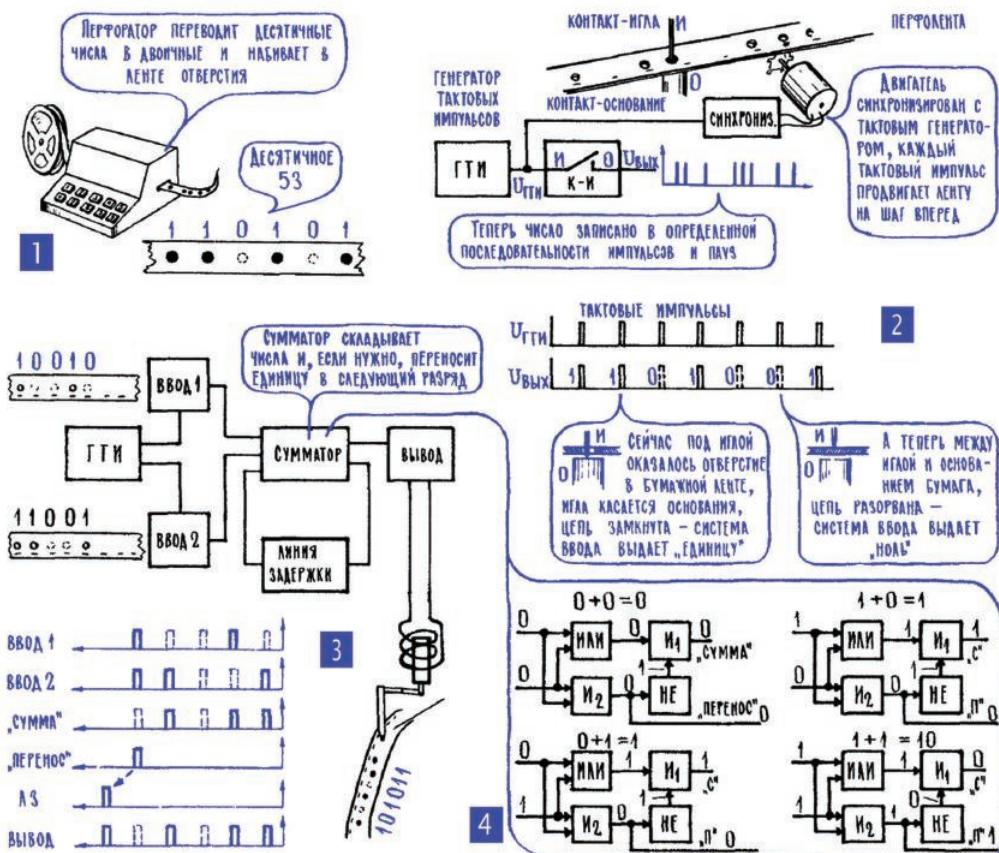

Рис. 16.3. Обработка двоичных цифр в электронной вычислительной машине
На рис. 16.3; 1, 2 показан процесс ввода в простейшую условную машину некоторого числа. Все начинается с того, что оператор, получив десятичные числа, которые нужно сложить, превращает их в двоичные числа, которые переносят на бумажную ленту, определенным образом пробивая в ней отверстия. Получается перфорированная, то есть дырчатая, лента, а сокращенно – перфолента; дырка в ней соответствует «единице», а отсутствие дырки, точнее ее пропуск, соответствует «нулю». Все это внешне делается очень просто: оператор нажимает клавиши перфоратора, набирая заданное десятичное число, а из аппарата сразу же выходит перфолента с дырками и пропусками, которые соответствуют нужному двоичному числу.
Теперь нужно с перфоленты ввести число в машину, превратить его из определенной последовательности отверстий в такую же последовательность уровней напряжения. Эту задачу выполняет устройство ввода, используя в качестве сырья тактовые импульсы. В нашем устройстве ввода есть игольчатый контакт, который, замыкаясь, открывает дорогу току. Контакт этот, как видно по рис. 16.3; 2, замкнут только в том случае, когда под иглой оказывается отверстие в перфоленте. Поэтому последовательность импульсов и пауз в точности повторяет последовательность дырок и пропусков в перфоленте, то есть отображает двоичное число, которое как раз и нужно было ввести в машину, протягивая ленту.
**4. Электронная схема «сумматор», манипулируя электрическими сигналами, может выполнять сложение двоичных чисел.** Ввод чисел в машину, превращение их в комбинации электрических импульсов, конечно, не самоцель. С числами нужно работать, производить с ними различные математические операции. И сейчас мы посмотрим, как можно произвессти одну из них – сложение. Чтобы сразу же не утонуть в подробностях, сделаем то, что реально никогда не делается: пристроим к ЭВМ сразу два устройства ввода (рис. 16.3; 3) и через каждое из них введем в машину одно из двух слагаемых. Причем ввод начнем одновременно, как по выстрелу стартового пистолета. И начнем вводить числа с конца, с последнего раз-
ма ИЛИ: в первом случае на ее выходе не было бы сигнала, а во втором и третьем на выходе появлялся бы высокий уровень. И это как раз соответствовало бы известным правилам сложения  $0 + 0 = 0$ ;  $1 + 0 = 1$  и  $0 + 1 = 1$ . Что же касается четвертого сочетания слагаемых,  $1 + 1$ , то схема ИЛИ, конечно, не годится: под действием двух одновременных «единиц» на ее входах она дает «единицу» на выходе, то есть выполняет операцию  $1 + 1 = 1$ . А нам нужно, чтобы получилось  $1 + 1 = 0$  с переносом «единицы» в следующий разряд (рис. 16.3; 3).
Вот этот перенос «единицы» в следующий разряд оказывается довольно сложной задачей. И решается она с помощью нескольких логических элементов, собранных по схеме рис. 16.3; 4.
Оба слагаемых подаются не только на ИЛИ, но одновременно еще и на элемент И2, а с него сигнал поступает как раз на интересующий нас элемент НЕ. На рис. 16.3; 4 показаны все возможные варианты суммирования двух одноразрядных чисел. В первых трех случаях  $0 + 0$ ,  $1 + 0$  и  $0 + 1$  элемент И2 не срабатывает, так как на его входе нет необходимых для этого двух – именно двух и только двух! – одновременных «единиц». А значит, в этих случаях с И2 на элемент НЕ ничего не поступает, этот элемент не срабатывает, и на его выходе действует нормальное выходное напряжение. Не забывайте, что элемент НЕ делает все наоборот: сигнал на его выходе существует, когда на вход элемента ничего не подается (рис. 15.4; 5). А когда на вход сигнал подается – на выходе элемента НЕ сигнал исчезает. В итоге получается:
Второе. В нашей условной машине (рис. 16.3) «единицы» и «нули» какого-либо числа, так же как «единицы» и «нули» адресов и команд, шли последовательно, друг за другом, напоминая короткие пулеметные очереди. Но во всех современных машинах это, скорее, залпы из много-